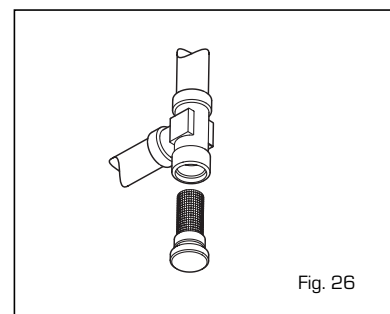

Fig. 26
4.7.2 Pulizia filtro "Aqua Guard" (fig. 26)